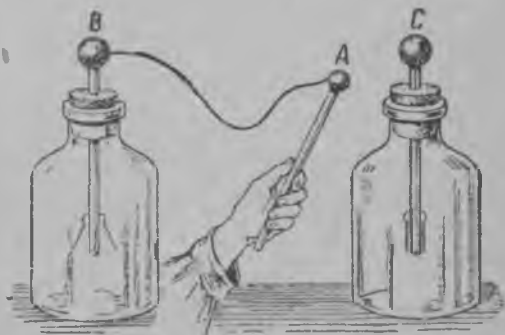

Рис. 9. Зарядан сийрдämине лийнаста лангуа мүөте.
Азетамма электроскопат лойтоммакси тойне тойзес и ухтех нийен шарикках (B) сивомма муга питкän куйван лийназен ланган, чтобы се тäуттäйс тойзех электроскопах (C) суа. Ланган еудаван пиан сивомма каучуковойл ручкал олиях шарикках A (рис. 9).